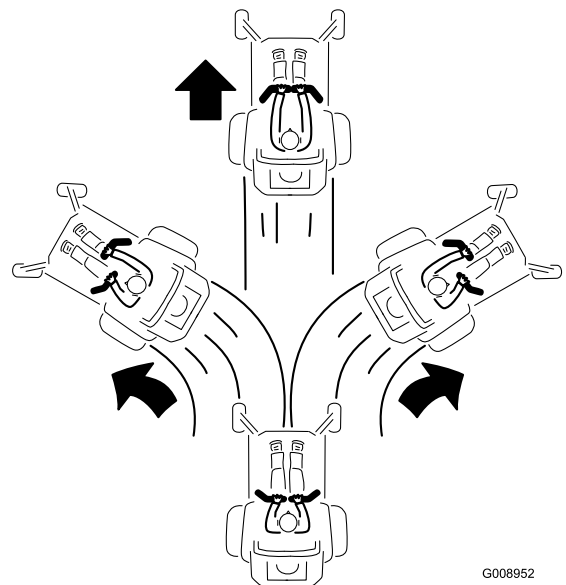

Figure 18
2. Pour vous déplacer en marche avant, poussez doucement les leviers de commande de déplacement vers l'avant (Figure 18).